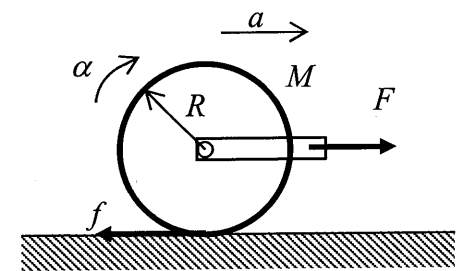
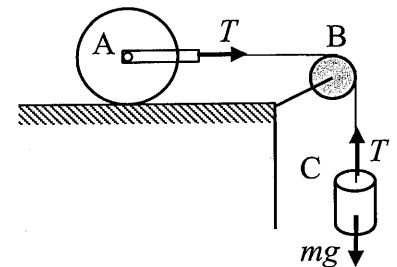

図1
図2
問題5. 図1のように質量 M 、半径 R の滑車 A を水平面に置き、力 F で滑ることなく転がした。床との摩擦力を f として、以下の問いに答えよ。なお滑車の柄の部分の質量は無視できるものとする。(25点)
- (1) 図1のときの並進と回転の運動方程式を記述せよ。なお、加速度は a 、角加速度は α とする。但し、滑車の慣性モーメントは円板で近似できるものとする。
- (2) 滑車 A の加速度 a を M と F を用いて表せ。
- (3) 図2に示すように、図1の装置を質量の無い滑車 B を介して伸縮しないひもで質量 m の物体 C と連結し手で支えた。手をそっと離すと物体 C は落下し、この時の滑車 A は滑ることなく転がった。ひもに掛かる張力を T として、物体 C の運動方程式を示せ。但し、加速度を a' 、重力加速度を g とする。
- (4) (1) (3) から加速度 a' を、 m 、 M 、 g を用いて表せ。
- (5) 図2の装置を用いることによって、物体 C は自由落下より遅い加速度で落下していく。物体 C の落下運動をより遅く観測するためには、滑車 A をどのようにすれば良いか具体的に記述せよ。